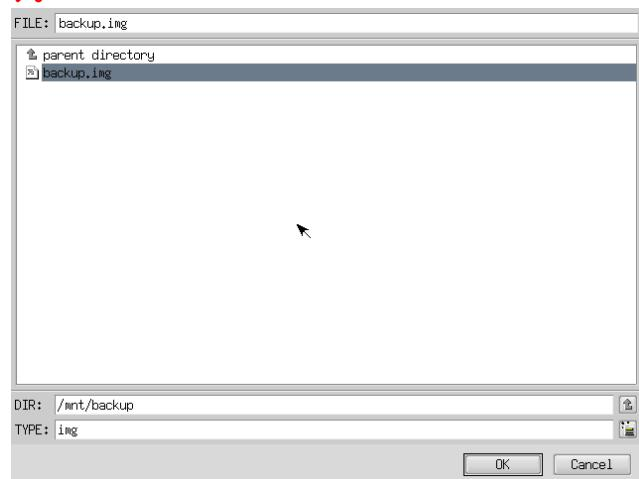

図 5-2-5. ファイル参照画面
- ⑧ ファイル参照画面（図 5-2-5）が表示されます。接続したバックアップ USB のパーティションは、/mnt にマウントされていますので、/mnt 以下から目的のファイルを探してください。[OK] を押すとファイル選択画面にもどります。
- ⑨ ファイル参照画面（図 5-2-5）で指定したバックアップファイルが入力されていることを確認します。